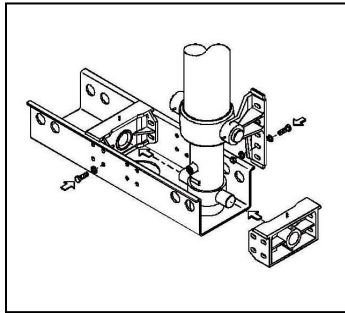

图 6
- 将一个底盘支架装到油缸支撑梁上并拧紧有关螺栓、自锁螺母及垫圈，（详见零件技术参数表），底盘支架位置与方向详见图 6。
Install a chassis bracket onto the cylinder support beam and tighten the relevant bolts, self-locking nuts, and washers (see parts technical parameter table for details). The position and direction of the chassis bracket are shown in Figure 6.
● 将油缸耳轴安装到已装好的底盘支架上（见图 6），确保进油口朝向正确的方向，以便连接液压系统。
Install the cylinder trunnion onto the installed chassis bracket (see Figure 6), ensuring that the oil inlet is facing in the correct direction for connecting the hydraulic system.
● 将另一个底盘支架安装到油缸支撑梁上，并且调整油缸位置，确保在底盘中轴线上（见图 6）
Install another chassis bracket onto the cylinder support beam and adjust the position of the cylinder to ensure it is on the chassis center line (see Figure 6)
- Установите цапфу цилиндра на установленный кронштейн шасси (см. рис. 6), чтобы убедиться, что маслозаборник направлен в правильном направлении и можно подключить гидравлическую систему.
- Установите другой кронштейн шасси на опорную балку цилиндра и отрегулируйте положение цилиндра таким образом, чтобы он находился на центральной оси корпуса (см. рис. 6).